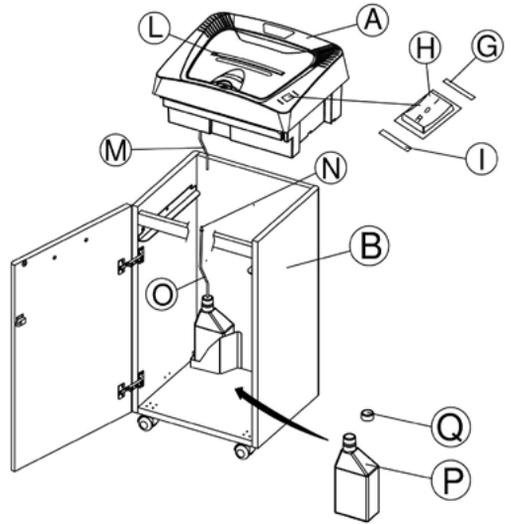

Fig.3
DESTRUCTION DE FEUILLES AVEC LE SYSTÈME D'ALIMENTATION AUTOMATIQUE (FIG.3)
Ouvrir le capot supérieur du bac d'alimentation papier comme indiqué à la figure 3. Insérer au maximum 300 feuilles de papier A4 dans le bac d'alimentation, pour une hauteur maximale inférieure à celle indiquée par l'inscription (A).